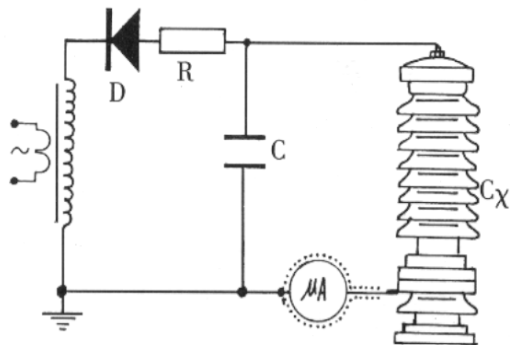
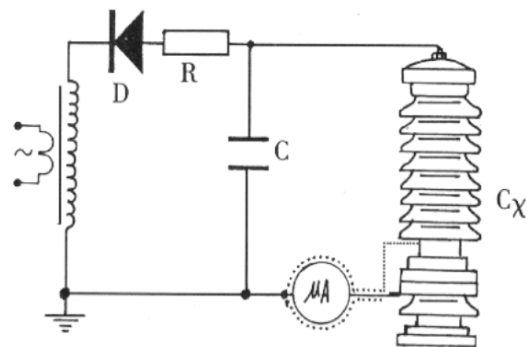

图 6a 微安表接入试品 C_x 底部的接线图
图 6b 排除试品 C_x 表面影响接线图
4.4.3 对氧化锌、磁吹避雷器等试品接地端可分开的情况下,也可采用在试品的底部(地电位侧)串入电流表进行测量的方式。但也必须使用屏蔽线(见图 6a)。当要排除试品表面泄漏电流的影响,可用软的裸铜线在试品地电位端绕上几圈并与屏蔽线的屏蔽相联接(见图 6b)